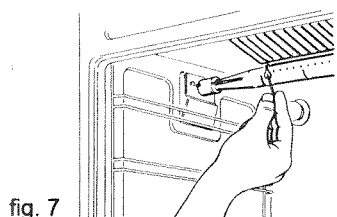

fig. 7
- Présentez une flamme au brûleur (Fig. 7).
Contrôler que la flamme, des deux côtés du brûleur se soit régulièrement allumée (fig. 7). Pour les brûleurs du grilloir avec thermocouple de sécurité, (arrêt automatique du gaz en cas